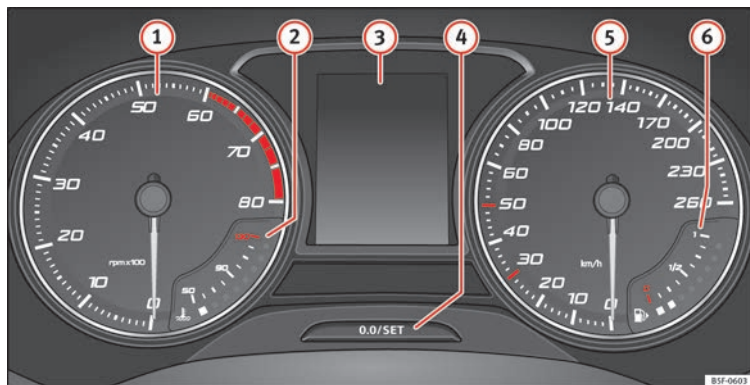

Fig. 120 Painel de instrumentos no painel de bordo.
» **Fig. 120:**
O conta-rotações mostra o regime de rotações do motor por minuto » **Fig. 120 ①**.
O ponteiro do conta-rotações **①** » **Fig. 120** só deverá atingir a zona vermelha durante um curto período de tempo, caso contrário existe o risco de causar danos no motor.
Ao ligar a ignição pode visualizar-se no ecrã do painel de instrumentos » **Fig. 120 ③** informações diversas, em função do equipamento do veículo:
- Pressione brevemente o botão **» Fig. 120 ④** para repor o conta-quilómetros parcial a 0.
- Mantenha pressionado o botão **④** durante 3 segundos e visualizará o valor anterior.
- Para ajustar a hora, mantenha pressionado o botão **» Fig. 120 ④** durante mais de 3 segundos para selecionar o indicador de horas ou de minutos.
- Para prosseguir a configuração, pressione a parte superior ou inferior do botão **④**. Para que os números se sucedam rapidamente, manter o botão pressionado.
- Pressione novamente o botão **④** para finalizar a configuração da hora.
Mantenha pressionado o botão » » Fig. 120 ④ durante mais de 15 segundos para visualizar as letras de identificação do motor (MKB) do veículo. Para isso, a ignição deve estar ligada e o motor desligado.
O indicador da temperatura do líquido de refrigeração ② » » Fig. 120 só funciona com a ignição ligada. Para evitar danos no motor,